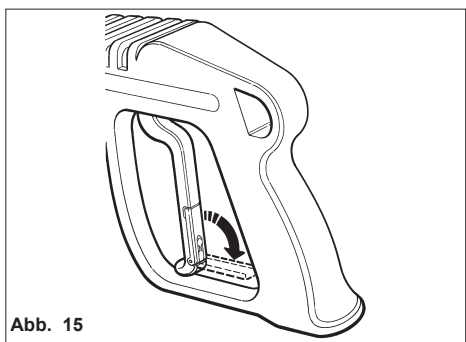

Abb. 15
- Wenn der Hochdruckreiniger nicht benutzt wird, die Sicherheitsvorrichtung am Griff schließen. (Abb. 15)